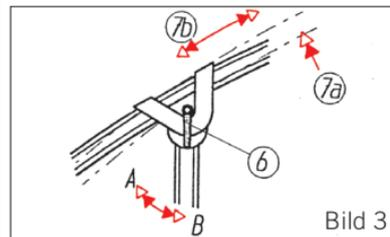

Bild 3
(Bild 3)
- V+-Gelenk um  $1 \frac{1}{2}$  Klemmhebelumdrehungen ⑥ (Bild 3) lösen.
- Schirm und Tragarm ⑦a leicht anheben und zum Standrohr hinführen ⑦b).
- Klemmhebel ⑥ (Bild 3) wieder festziehen.